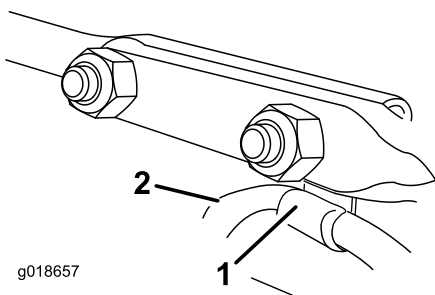

Figure 17
6. Insérez le serre-câble qui supporte le câble du déflecteur sous la tête du boulon de carrosserie avant et fixez les boulons avec les contre-écrous fournis dans le sachet de pièces détachées (Figure 17).